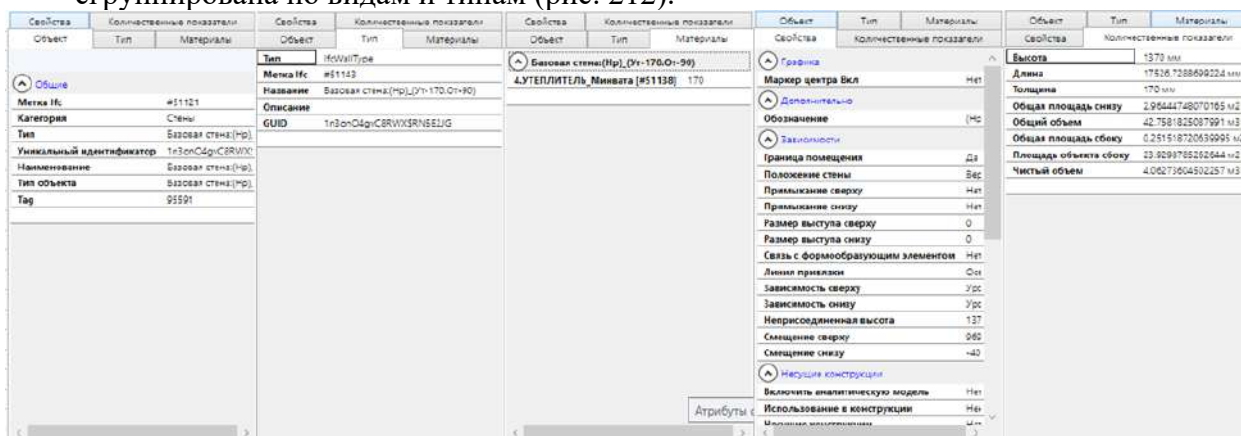

Рис. 212. Описание элемента модели
- **Параметры** - набор вкладок с описанием выбранного элемента (объекта), информация сгруппирована по видам и типам (рис. 212).